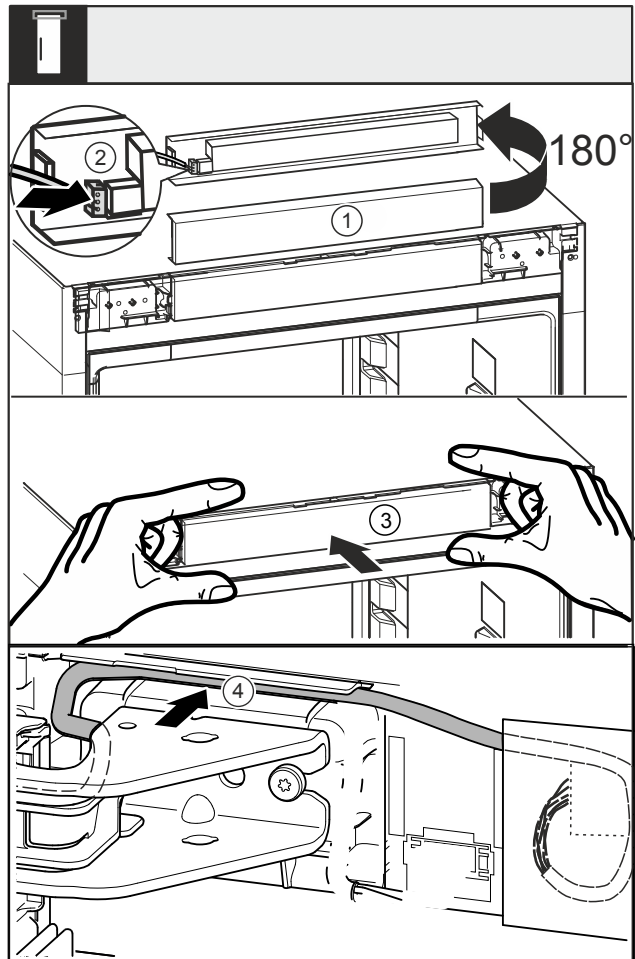

Fig. 45
- ▶ Ruotare la maschera Fig. 45 (1) di 180° verso l'alto.
- ▶ Innestare la spina Fig. 45 (2) nella maschera dell'elemento di comando.
- ▶ Innestare di nuovo la maschera Fig. 45 (3) sull'apparecchio.
- ▶ Posare con cautela il cavo nella guida Fig. 45 (4) sopra il blocco di supporto superiore.